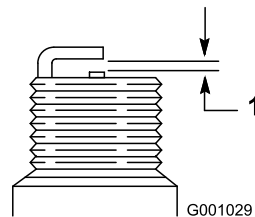

Bild 39
4. Stellen Sie den Abstand der Elektroden an der neuen Zündkerze auf 0,76 mm ein, wie in Bild 39 abgebildet.